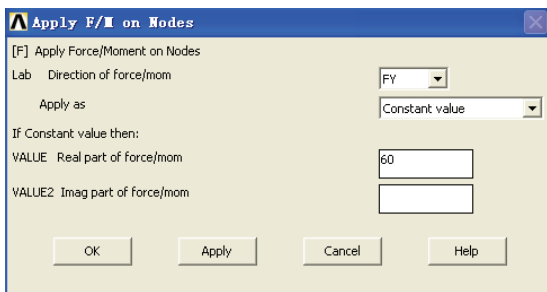

图 4-49 施加集中力载荷对话框
13) 选择 Main Menu | Solution | Define Loads | Apply | Structural | Force/Moment | On Nodes 命令, 出现 Apply F/M on Nodes 拾取菜单, 在输入栏中输入 1, 单击 OK 按钮, 出现 Apply F/M on Nodes 对话框, 参照图 4-49 对其进行设置, 单击 OK 按钮关闭该对话框。